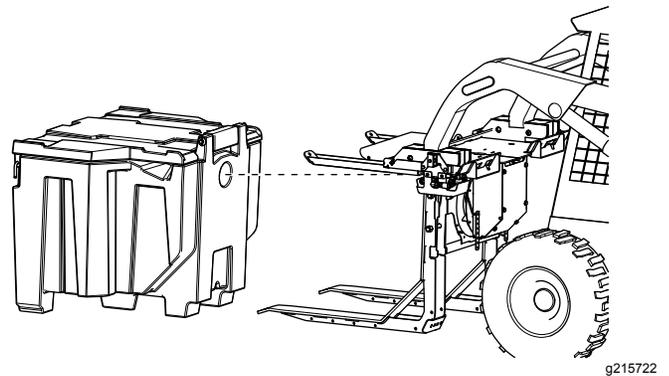

Bild 15
3. Starten Sie den Kompaktlader, kippen Sie den Streuerahmen nach vorne, bis die Gabeln parallel zum Boden ausgerichtet sind (**Bild 15**).
4. Fahren Sie den Kompaktlader vorwärts und fahren Sie die Gabeln des Rahmens in die Aufnahmekanäle der Streuerbox, bis die Streuerbox bündig gegen den Rahmen anliegt (**Bild 15**).